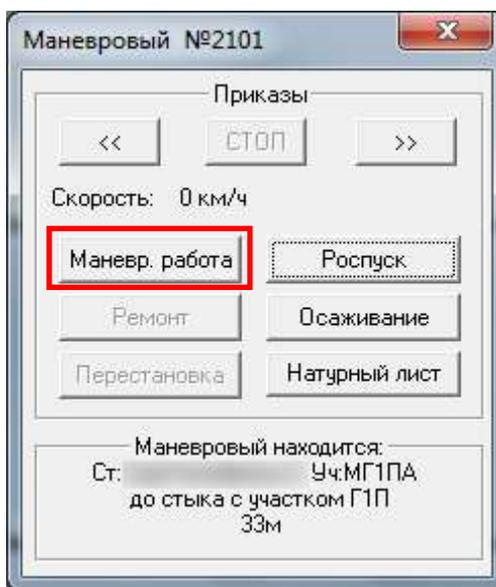

Рисунок 10.4. Переход в окно управления маневровыми операциями для локомотива
2) через окно радиосвязи - по кнопке «Маневровая работа» производится вход в окно управления маневровыми операциями для локомотива (Рисунок 10.4).